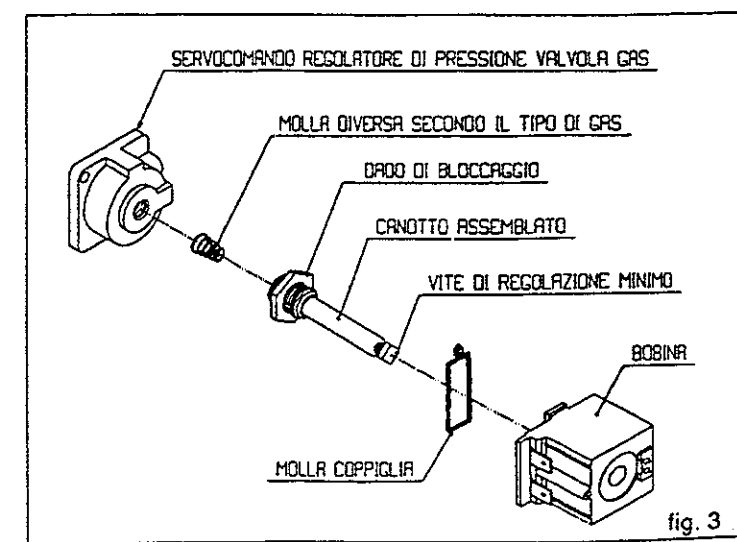

fig. 3
c) Sostituzione molla modulatore (fig. 3).